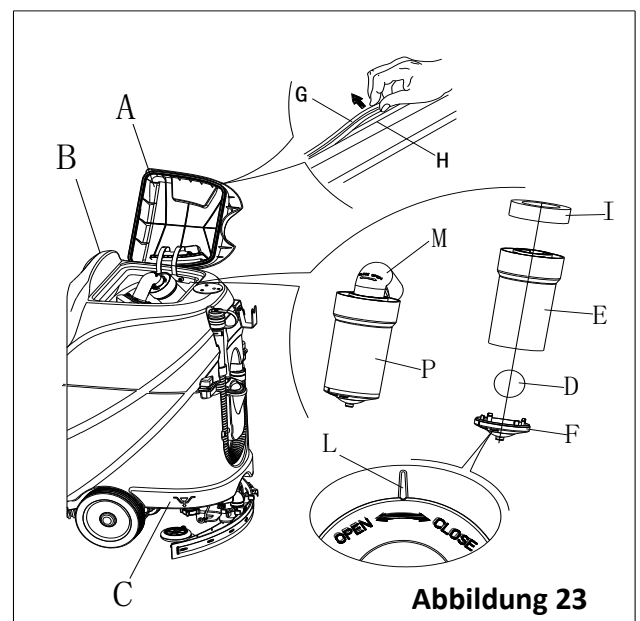

Abbildung 23
2. Stellen Sie sicher, dass die Maschine ausgeschaltet ist und der Zündschlüssel (40) abgezogen wurde.
3. Drehen Sie den Schmutzwassertankdeckel (A, Abbildung 23) in die 90-Grad-Position, wo er vom Tank abgenommen werden kann und nehmen Sie dann den Schwimmerkugelfilter (P) aus dem Tank.
4. Drehen Sie den Schmutzwassertank (B), den Reinwasserbehälter (C) und die Schwimmerkugel Filterstützrahmen (E). Entleeren Sie den Schmutzwassertank über den Abflussschlauch (15).
5. Öffnen Sie bei Bedarf die untere Abdeckung (F) des Schwimmerkugelfilters mithilfe der Symbole "AUF" und "ZU", wie in (Abbildung 23) gezeigt, und reinigen Sie die Schwimmerkugel (D), den Filterstützrahmen (E) und den Filterschwamm (I). Fixieren Sie nach der Reinigung die Schwimmerkugel (D) im Filterstützrahmen (E) und richten Sie die Markierungsrille (L) der Bodenkappe (F) des Schwimmerkugelfilter an der Markierungsrille (L) des Schwimmerfilterstützrahmens (E) aus. Schrauben Sie die Bodenkappe des Schwimmerkugelfilter fest und befestigen Sie den Filterschwamm (I) auf dem Schwimmerfilterstützrahmen (E). Schließen Sie ihn abschließend am Abwasser-Augschlauch (M) an.
7. Überprüfen Sie die Kontaktfläche der Dichtleiste (G) auf Integrität und ausreichende Abdichtung. Nehmen Sie die Dichtleiste ggf. aus der Tankrinne (H) und tauschen Sie sie aus. Bringen Sie die neue Dichtleiste wie in (Abbildung 23) gezeigt an. Das Gelenk muss sich wieder im mittleren Bereich befinden.
8. Schließen Sie den Schmutzwassertankdeckel (A).